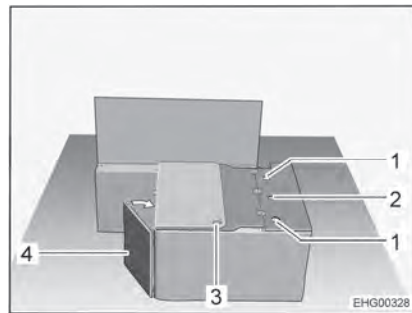

Bild 24 Während des Umbaus
- Vordere Sitztruhewand (Bild 24,4) in Richtung Seitenwand schwenken.
- Sicherheitsgurt mit Gurtschloss durch die Öffnung (Bild 24,3) im Sitztruhendeckel herausführen.
- Rückenlehne des Stecksitzes in die seitlichen Halterungen (Bild 24,1) stecken und Sterngriffschraube an der mittleren Halterung (Bild 24,2) handfest anziehen.